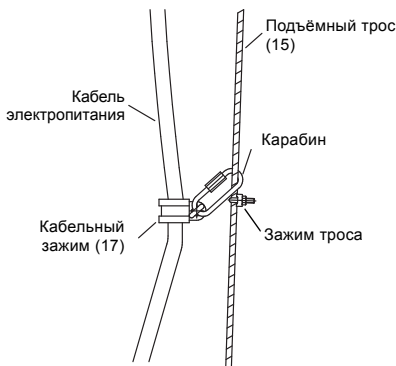

Рис. 24 Крепление кабеля к тросу
16. С помощью кабельного зажима прикрепить кабель электропитания к подъёмному тросу приблизительно на 0,8 м. выше образователя потока. Это предотвратит падение кабеля и его попадание в пропеллер во время работы. С помощью карабина закрепить кабельный зажим на подъёмном тросе выше зажима троса. См. рис. 24. Прикрепить кабель электропитания к подъёмному тросу с помощью кабельных зажимов, установленных через каждый метр.